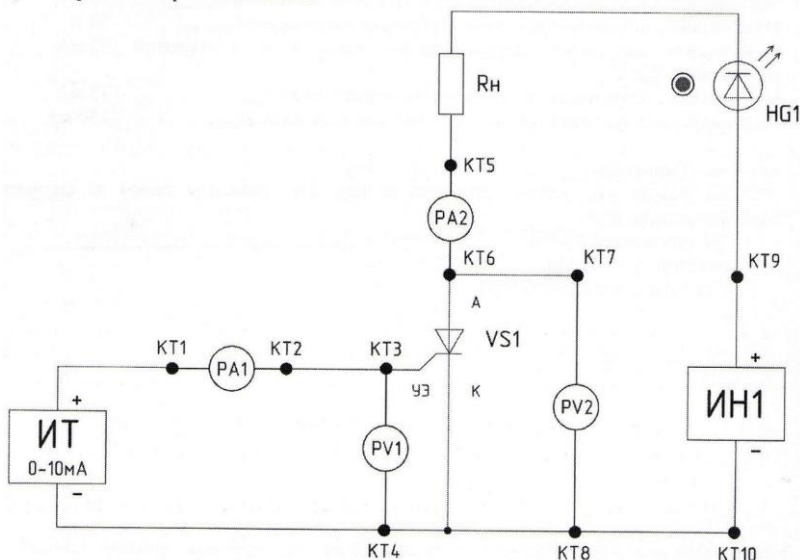

Рисунок 4.5 Схема модуля «Тиристор» с подключенными измерительными приборами.
1.1 Зарисуйте схему для получения анодной характеристики тиристора (см. рис. 4.5).